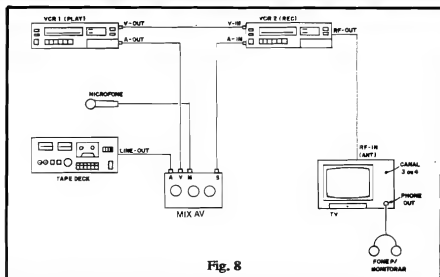

Fig. 8
- FIG. 8 - Alterando a trilha sonora original de uma fita de vídeo, com a superposição de narração (via microfone) e de música de fundo
toração de vídeo) e fone de ouvido (para monitoração de áudio). **PROCEDIMENTO**: Os diversos blocos devem ser interligados, com as cabagens próprias, conforme mostra o diagrama. Consultar com atenção os manuais da **camcorder**, do VCR, do **tape deck** e do TV, na elucidação dos tipos de cabos a serem usados (mais conselhos e detalhes, à frente, no presente ESPECIAL), bem como para a correta identificação de jacks e conectores em cada módulo do arranjo. As modernas **camcorders** (filmadoras de vídeo que incluem o processo de gravação, tendo um compartimento para inserção da própria fita de vídeo) possuem controles e funções que lhes permite funcionar exatamente como em VCR (videocassette) comum (gravar, reproduzir, etc., através de um "teclado" idêntico ao encontrado nos VCRs...). Assim, o procedimento geral é idêntico ao relacionado para a fig. 8, af atrás, apenas considerando, toda vez que mencionamos "VCR 1", a **camcorder** na função **play**, reproduzindo a fita "master" cuja cópia queremos "tirar", com alterações na trilha sonora! Existe, porém, uma vantagem "extra" para o uso da **camcorder** na função de "VCR 1"... Ela pode incluir, na hora da edição, cenas "ao vivo" (colocando o seu seletor de função na posição "camara", em lugar da posição "VCR", usada na edição simples...), sendo que o som original, captado também "ao vivo" nesse momento, **pode** ou **não** ser aproveitado ou mixado através da atuação do MIX-AV, exatamente como exemplificado no item anterior (fig. 8)! As possibilidades são fantásticas, para quem tiver um mínimo de atenção, organização e noção do que quer e das potencialidades do seu equipamento!